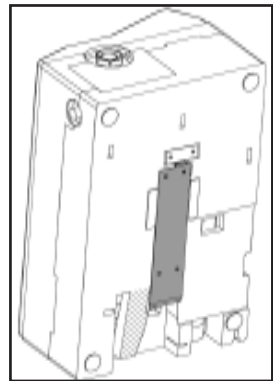

Bild 1
- Vrid den nedre fästfliken (skuggat område) åt sidan och dra väggfästet (gråfärgad) ner och ut, se bild 1.